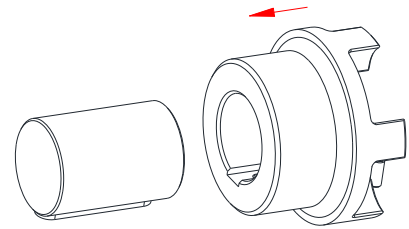

Figura 20: Montaje de los mangón
- Monte el mangón en el eje (ver figura 20).